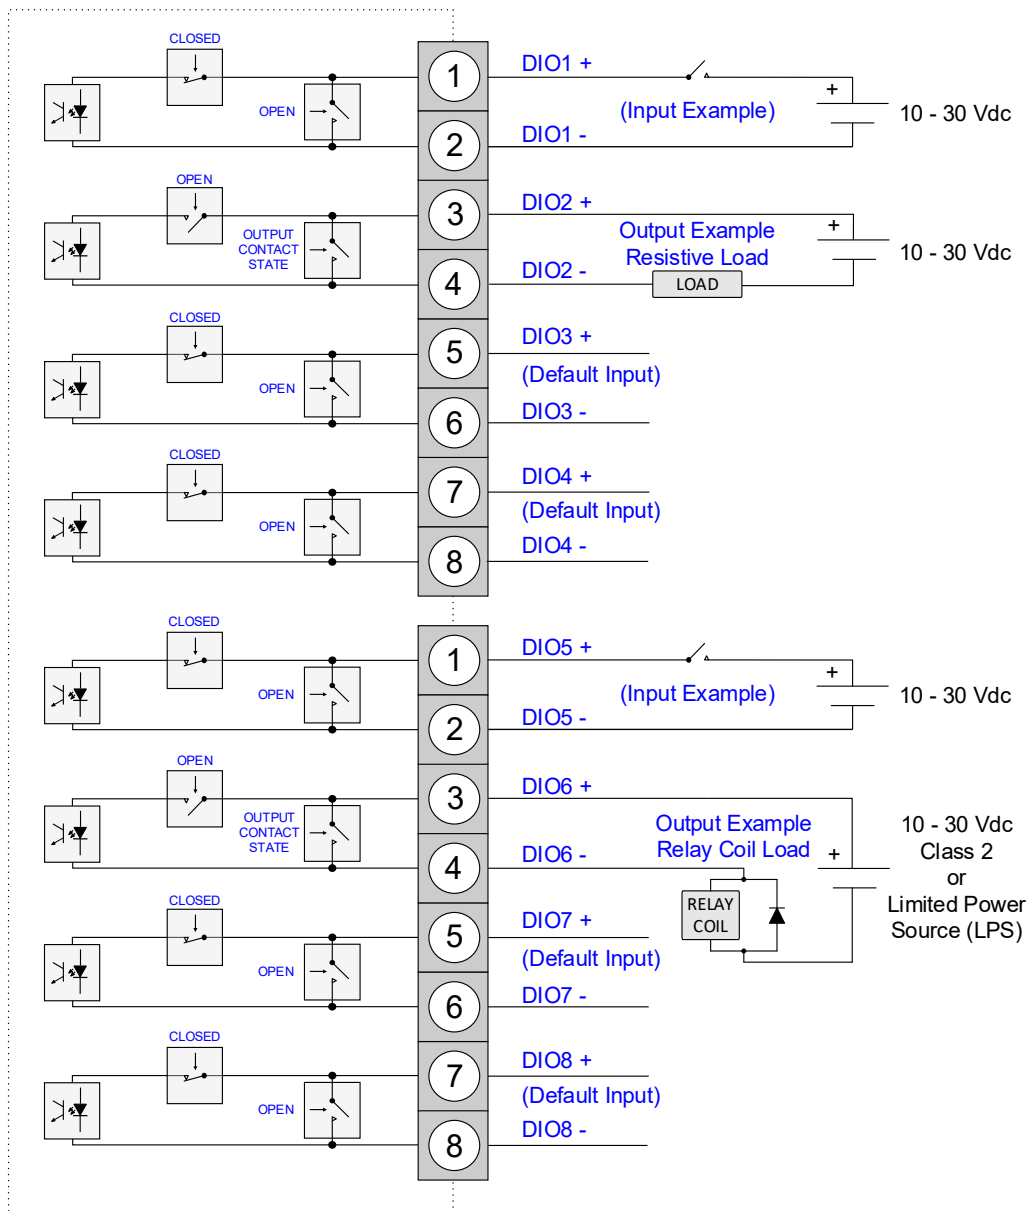

Figura 4.5 - Conexiones de entrada/salida digital
**PRECAUCIÓN:** Cuando se utiliza el HCC2 para accionar una carga inductiva, como una bobina de relevador, se debe conectar un diodo de volante externo en la carga. Es adecuado un diodo de uso general como un 1N4001. El diodo evita que se desarrolle un EMF de retorno grande cuando se interrumpe la corriente de carga que podría dañar el HCC2. Consulte el ejemplo de la Figura 4.5.
de alimentación de Clase 2 o una fuente de alimentación limitada (LPS). Consulte el ejemplo de la Figura 4.5.